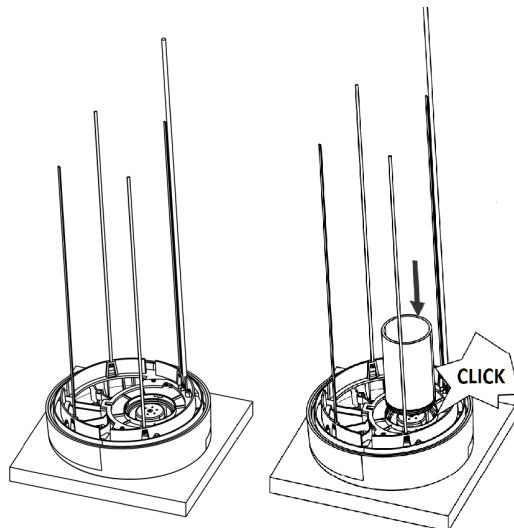

Figure 10 - Préparation du chapeau de ventilation (tube de Ø 90 mm)
1. Déposez la face externe du chapeau de ventilation (1) sur un morceau de carton découpé dans l'emballage et placé sur une surface stable. Le chapeau de ventilation est équipé d'attachments prémontées.
2. Insérez le tube de Ø 90 mm (3) avec les rainures à l'intérieur du chapeau jusqu'à ce qu'il s'enclenche (voir Figure 10 ci-dessous). Placez ensuite l'isolation autour du tube. Vous devez impérativement enfoncer celle-ci tout contre le chapeau.